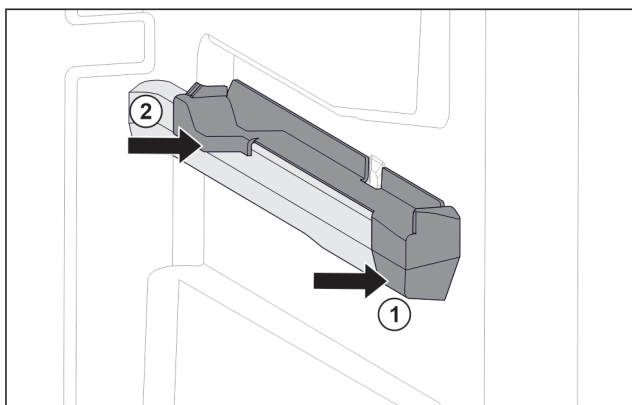

Fig. 42 Вставная часть на правом контейнерном ребре
- ▶ Наденьте вставную часть спереди на контейнерное ребро. Fig. 42 (1)
- ▶ Нажмите на вставную часть сзади. Fig. 42 (2)